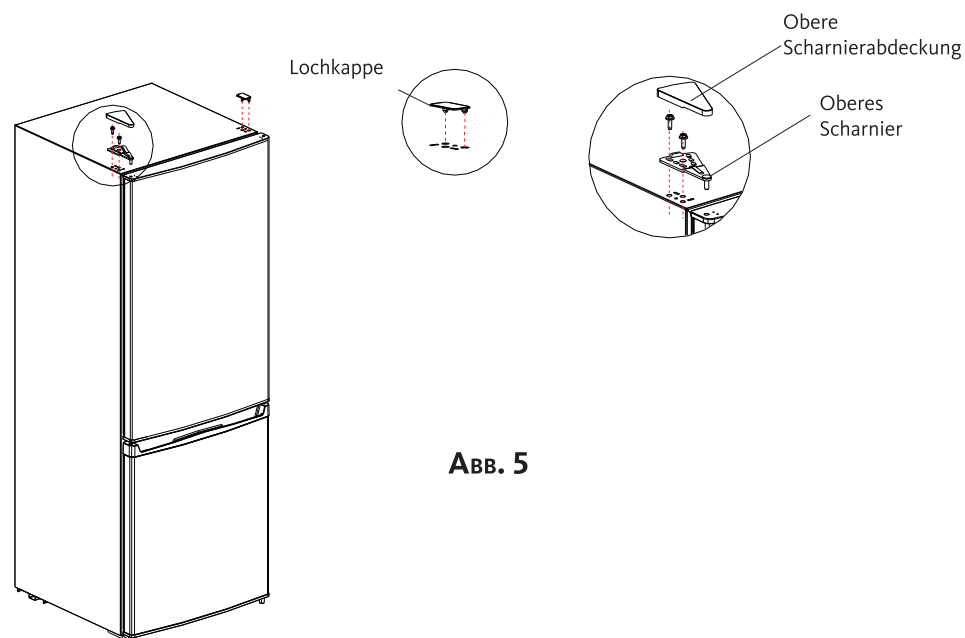

ABB. 5
6. Setzen Sie die Tür des Kühlschranks wieder auf das mittlere Scharnier, wobei Sie diese an das Gerät andrücken. Achten Sie darauf, dass die Tür richtig auf das Gerät ausgerichtet ist. Setzen Sie das obere Scharnier, die obere Scharnierabdeckung wieder ein und stecken dann die Lochkappe auf der anderen Seite ein (siehe Abbildung 5).